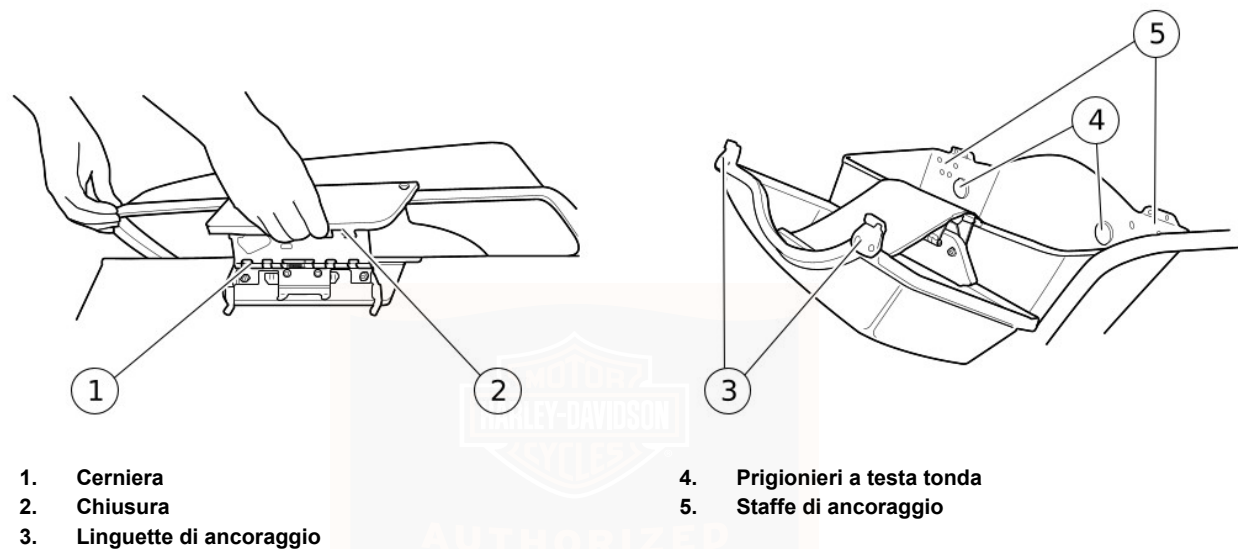

Figura 22. Borse portapacchi rigide
1. Vedere Figura 22. Sbloccare la chiusura usando la chiave del commutatore di accensione.
1. Vedere Figura 22. Tenere sollevati con entrambe le mani i bordi ESTERNI del coperchio e far scorrere il bordo interno in posizione in modo che le staffe scorrano insieme.
Vedere Figura 22. Le borse portapacchi sono fissate alle staffe di sostegno mediante dispositivi di fissaggio serrati di 1/4 di giro e chiamati prigionieri a testa tonda.
1. Vedere Figura 22. Serrare i prigionieri spingendoli nei dispositivi di fissaggio della staffa di sostegno e girandoli di 1/4 di giro in senso orario.